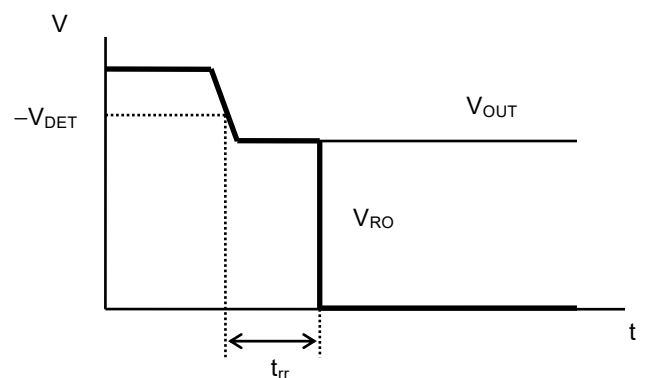

图6 复位反应时间
*4. 从 V_{OUT} 低于 $-V_{DET}$ 开始，到实际RO端子的输出开始反转为止的时间 (参阅图6)。